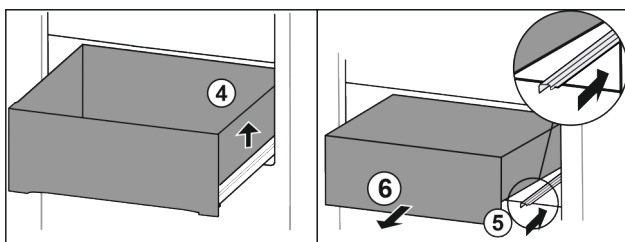

Fig. 128
- ▶ Nadzvedněte zásuvku vpravo. Fig. 128 (4)
- ▶ Zasuňte pravou kolejničku. Fig. 128 (5)
- ▶ Vyjměte zásuvku dopředu. Fig. 128 (6)